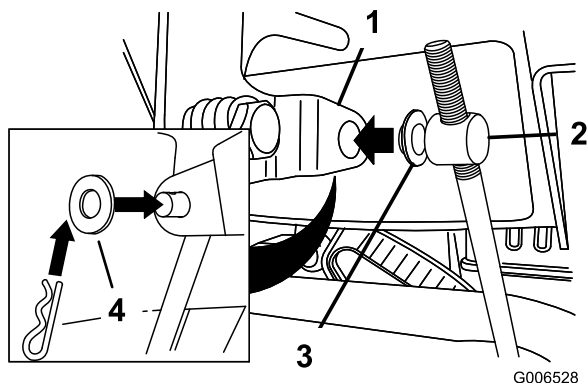

Figure 6
3. Retirez la goupille fendue et la rondelle extérieure du tourillon à l'extrémité supérieure de la tige de commande de vitesse (Figure 6).
Remarque: Pour faciliter le montage, laissez la rondelle intérieure sur le tourillon (Figure 6).
6. Soulevez la tige de commande de vitesse et insérez le tourillon dans le trou du levier sélecteur de vitesses (Figure 6).
- B. Retirez le tourillon du sélecteur de vitesses (Figure 6).
- C. Tournez le tourillon vers le bas (sens horaire) sur la tige de commande de vitesse (Figure 6).
- D. Remettez le tourillon sur le sélecteur de vitesses (Figure 6).
- C. Tournez le tourillon vers le haut (sens anti-horaire) sur la tige de commande de vitesse (Figure 6).